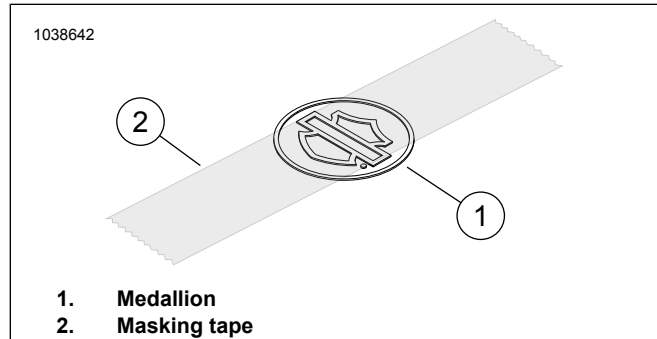

Figure 1. Maglagay ng Tape sa Medallion
2. Tingnan ang Figure 1 . Maglagay ng 3 pulgada ng masking tape na nakasentro sa ibabaw ng bar and shield ng medallion.